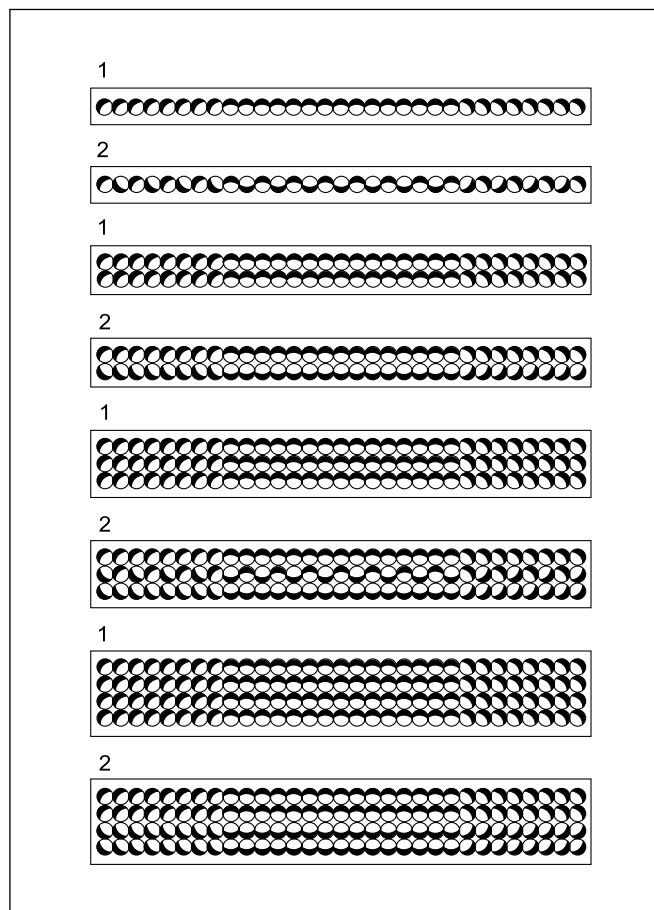

Рис. 7. Расположение дисков 45 градусов
- Длина струи дана для стандартного расположения дисков. При расположении дисков 45° (рис.7)  $l_{0,2}$  будет короче примерно на 30% (не действует при монтаже нескольких диффузоров торцами друг к другу).